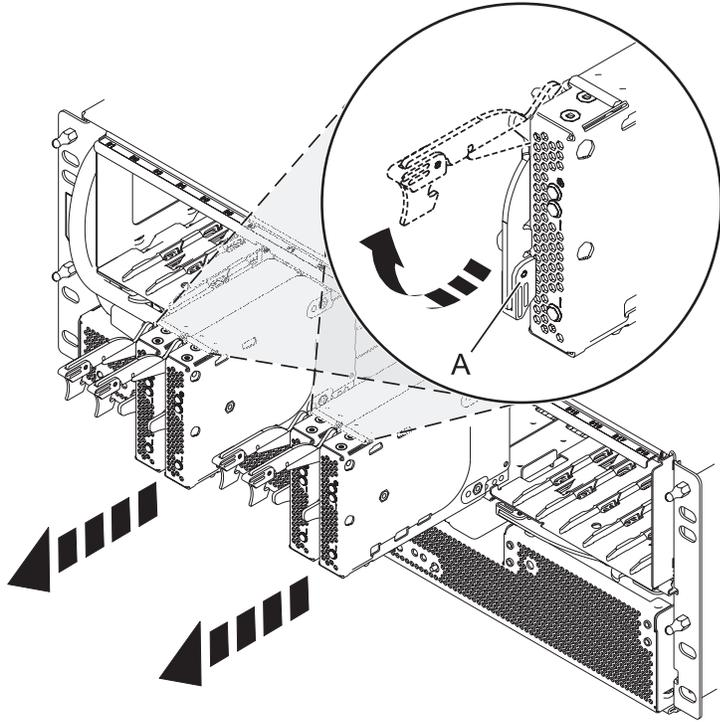

Figura 2. Extracción de la tarjeta de puerto de la placa posterior de la unidad de disco
9. Quite las tarjetas de puerto y los paneles de relleno de la placa posterior de la unidad de disco de la unidad de expansión 5802 tal como se muestra en la Figura 2 en la página 5.
- a. Sujete el extremo del pestillo (A) y tire del mismo hacia arriba para desbloquear la tarjeta de puertos.